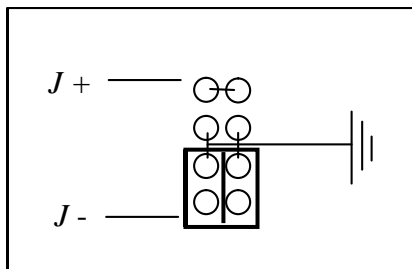

Рис. 9 Заземление минусовой клеммы
- 12.3 На основной плате возле выходной шины найдите разъем заземления – см. рис. 9. Заводская установка перемычки – заземление по минусовой клемме источника.